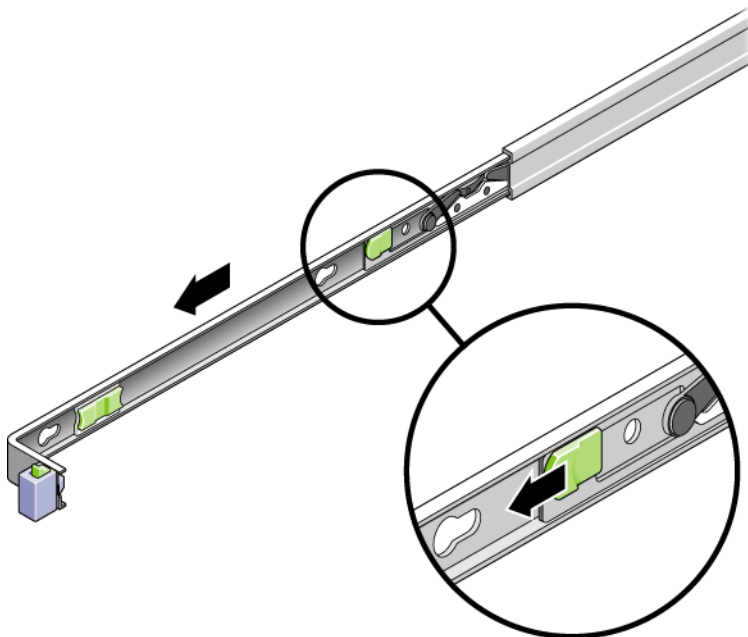

FIGURA 2-13 Deslizamiento del botón de liberación del soporte de montaje
- c. Deslice el botón de liberación del soporte en la dirección que se muestra en la FIGURA 2-13 y a continuación extraiga el soporte desmontable de la guía deslizante.